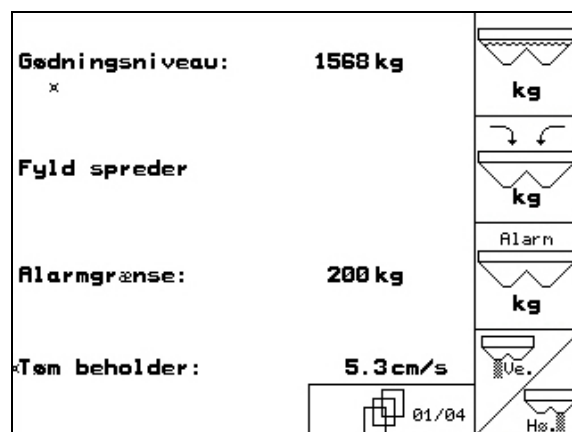

Fig. 67
- I menuen Maskindata, side et  01/04 (Fig. 67).
Bekræft efterfyldt gødningsmængde (Fig. 67).